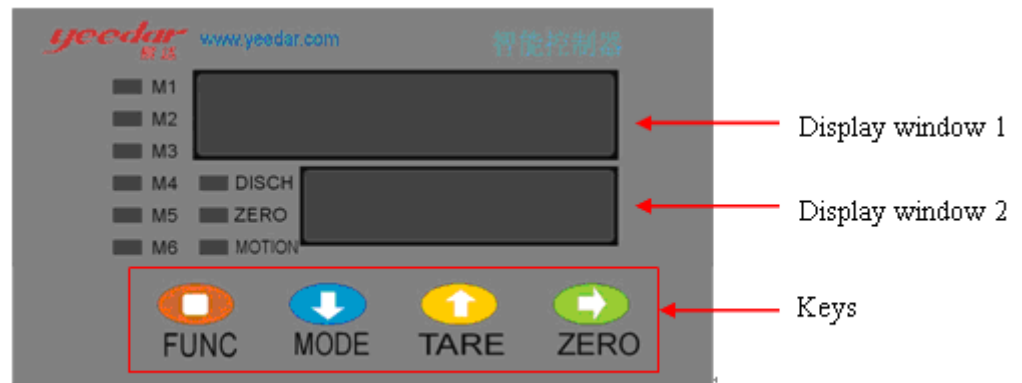

Рис. 6
Нажмите кнопку “■/FUNC”. На верхнем экране загорится значение веса по умолчанию 100.0, на нижнем дисплее загорится F1- (смотрите Рис. 6)
2) Рис. 6